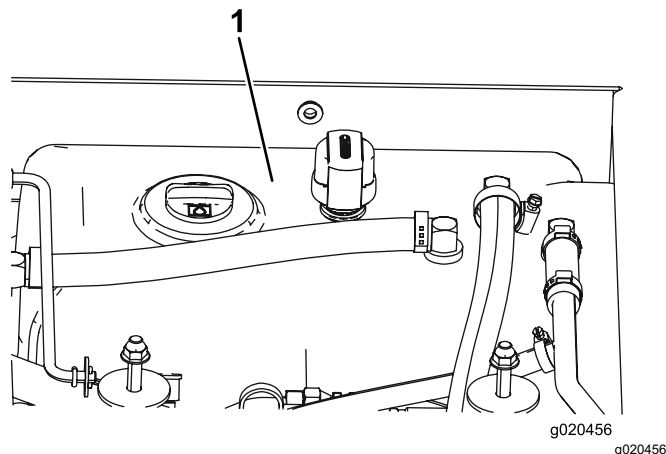

Figura 80
4. Llene el depósito (Figura 80) con fluido hidráulico; consulte Comprobación del fluido hidráulico (página 70).